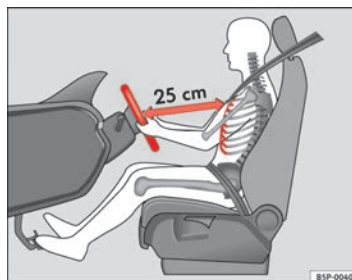

Fig. 136 Posición correcta del conductor
- Ajuste el volante hasta alcanzar la posición deseada ⇒ fig. 136.
- Ajuste el asiento del conductor o el volante de modo que quede una distancia mínima de 25 cm entre el volante y el tórax ⇒ **página 172, fig. 136**. ¡Si no respeta la distancia mínima, el airbag no le protegerá adecuadamente y corre peligro de muerte!